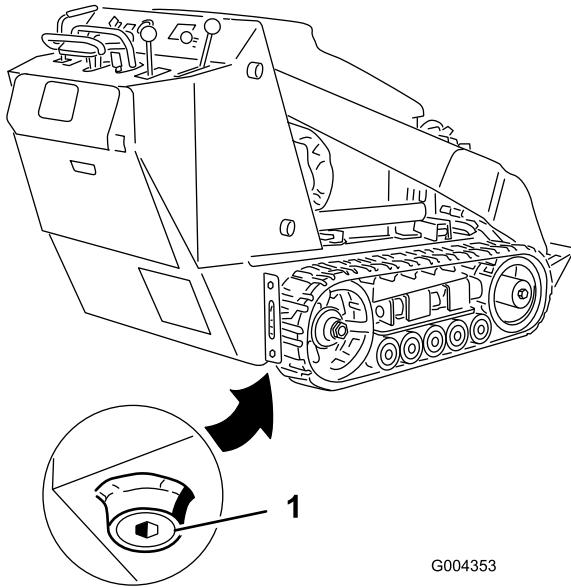

Bild 33
- Nehmen Sie die Ablassschraube ab (Bild 33).